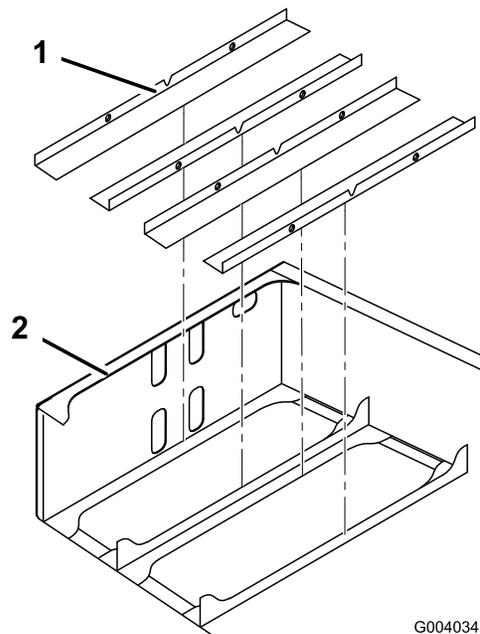

Figura 9
2. Montate i supporti del vassoio delle batterie all'interno del telaio posteriore, come illustrato Figura 9.